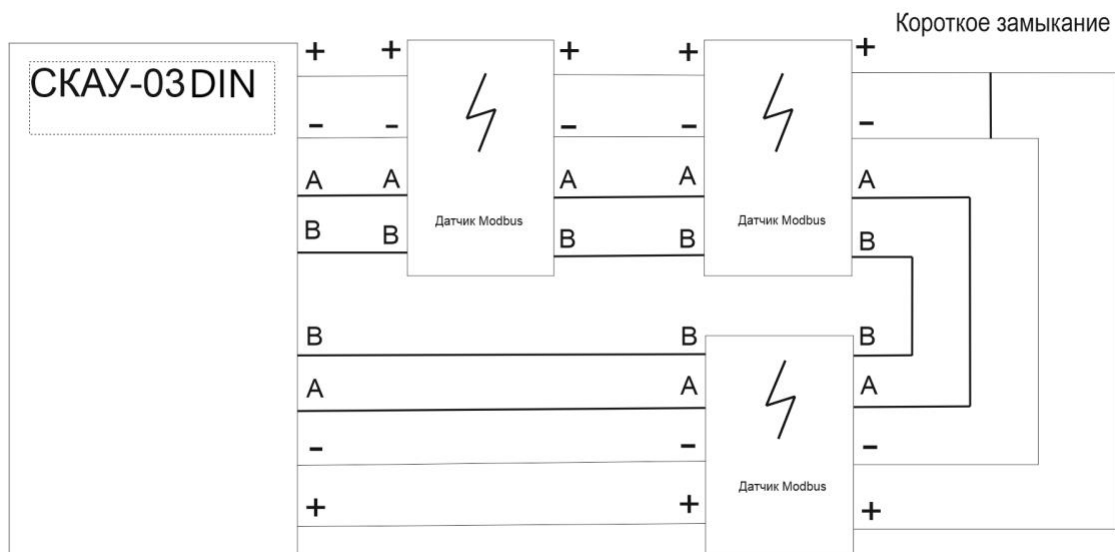

Рис.6 Короткое замыкание по линии питания
5. Короткое замыкание по линии питания (Рис.6).